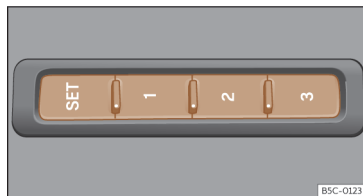

Fig. 90 No lado exterior do banco do condutor: botões de memória
- Pressione o botão **SET** durante mais de 1 segundo >>> **Fig. 90.**